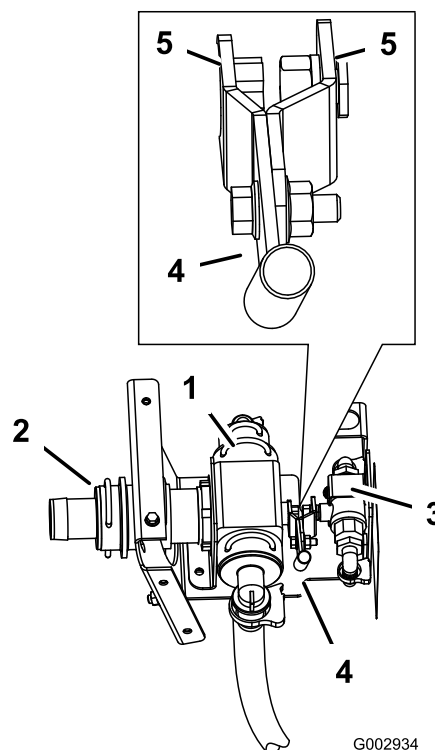

Bild 41
2. Schließen Sie das Ende des Hebels an das kleine Kugelventil am Steuerventil an (Bild 41).